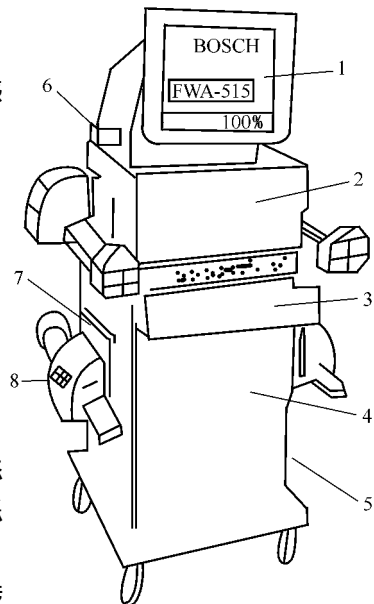

图 15-21 博世 FWA515 四轮定位仪
(8)无线电信号接收器(仅适用于 FWA515) :将无线电信号传入控制单元。无线电信号和光束信号相比 ,不受外界光源影响 ,检测的可靠性 ,分析能力更胜一筹 ,见图 15-21。